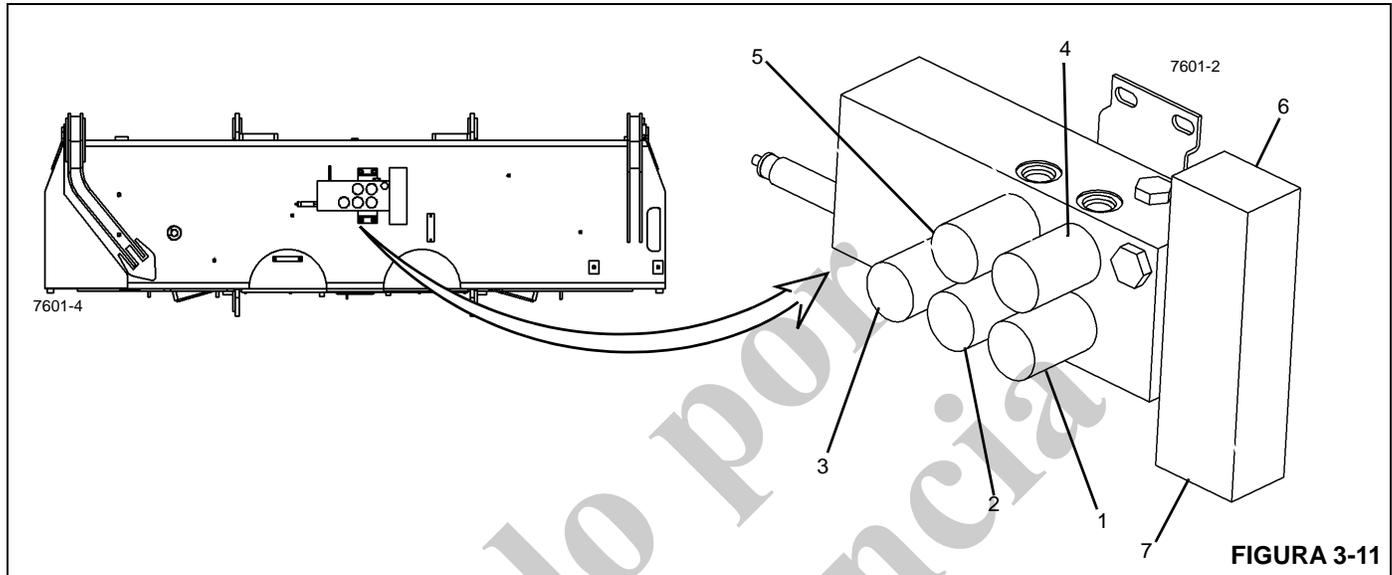

FIGURA 3-11
(Figura 3-11) y el colector de estabilizadores traseros se monta en el centro de la parte trasera del camión, debajo de la caja de torsión (Figura 3-12).
- El solenoide de estabilizador delantero sencillo (SFO) (Figura 3-11) extiende o retrae el estabilizador delantero
- Los solenoides de componentes (2 al 5) regulan los componentes de los estabilizadores delanteros. Vea la Figura 3-11 para la identificación de solenoides.
- Los solenoides de extensión (6) y retracción (7) regulan las funciones de extensión y retracción de todos los componentes de los estabilizadores delanteros y traseros.